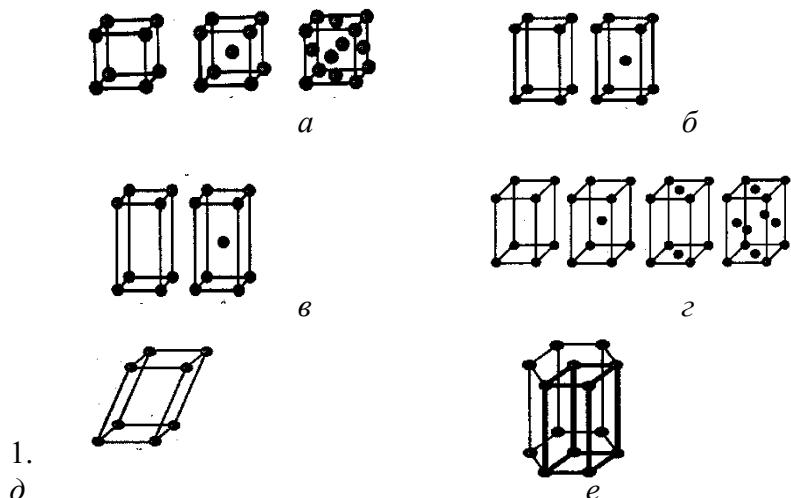

Рис. 1
29. Представленная схема соответствует кубической решетке (рис.1)...